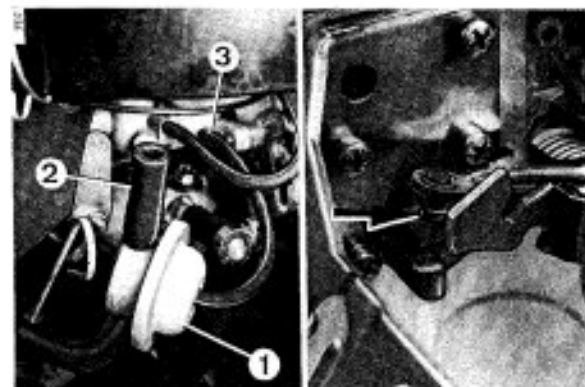

Bild 23
### 7. SCHUBLUFTVENTIL (Bild 23)
- Kontrollieren, ob Drosselklappenanschlagschraube (Pfeil) Bild 23 auf Anschlag liegt.